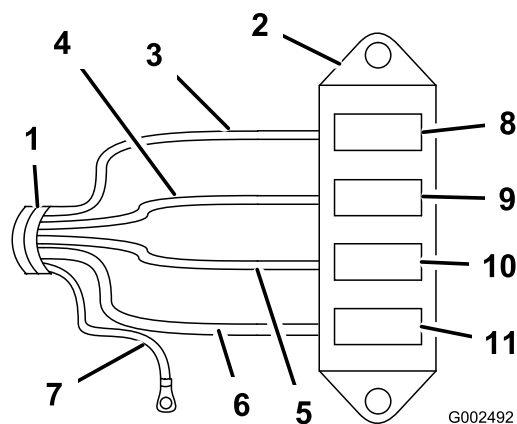

Figura 7
4. Conecte el mazo de cables al bloque de fusibles conectando los cables del mazo a los conectores de cable correspondientes ubicados en la parte trasera del bloque de fusibles (Figura 7).